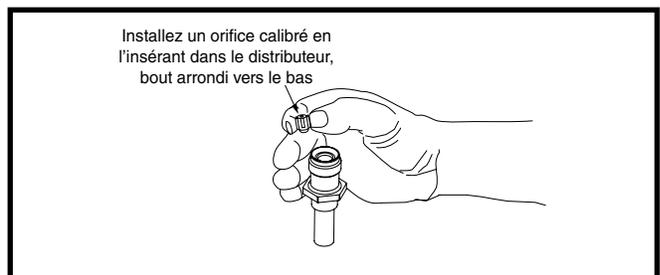

Figure 4. Insertion de l'orifice calibré dans le corps du distributeur
4. Insérez le nouvel orifice dans le corps du distributeur, bout arrondi vers le bas. Voyez la Figure 4.